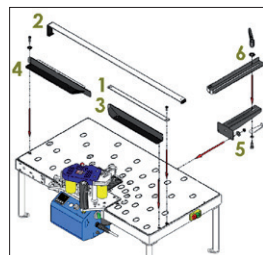

Abb. 1
- Der Stütztisch IGM ST95A wird zusammen mit den Linealen, die zum Biegen oder Beschneiden gerader Teile konstruiert sind, auf dem Tisch gemäß Abb. 1 in der Reihenfolge der Nummerierung montiert.